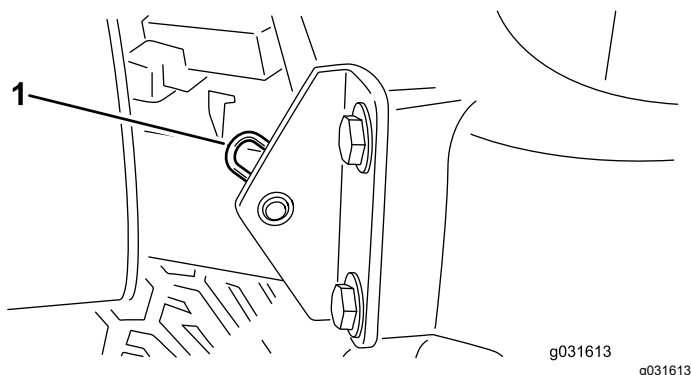

Figure 44
2. Retirez la goupille fendue qui fixe le pivot de capot aux supports (Figure 44).